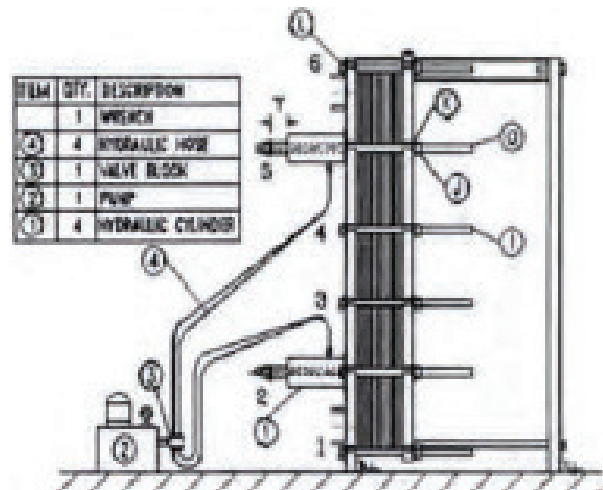

Figure 4.2 L'ouverture hydraulique de Flo Fab
1. En faisant référence à la figure 4.2 desserrer les écrous des tirants aux positions 2 et 5 jusqu'à une distance qui correspond à la longueur de l'ouverture des cylindres hydrauliques.